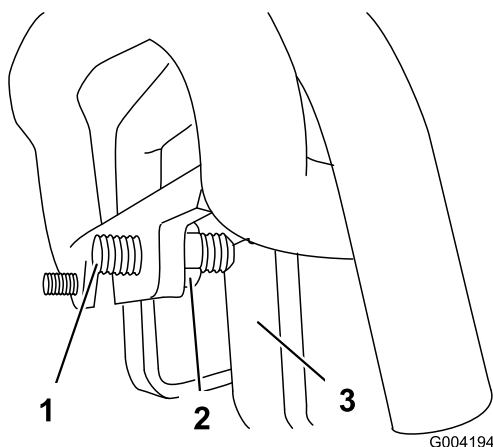

Рисунок 54
3. Если тяговый блок отклоняется **влево**, ослабьте **правую** контргайку и отрегулируйте винт настройки отслеживания положения в передней части рычага управления тягой (Рисунок 54).
4. Если тяговый блок отклоняется **вправо**, ослабьте **левую** контргайку и отрегулируйте винт настройки отслеживания положения в передней части рычага управления тягой (Рисунок 54).